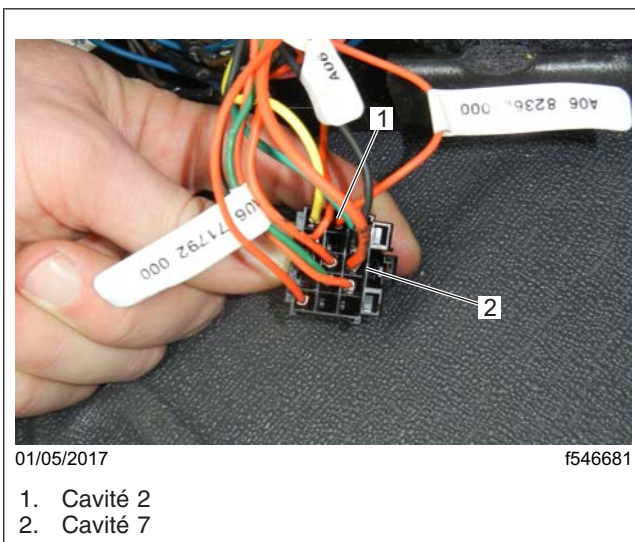
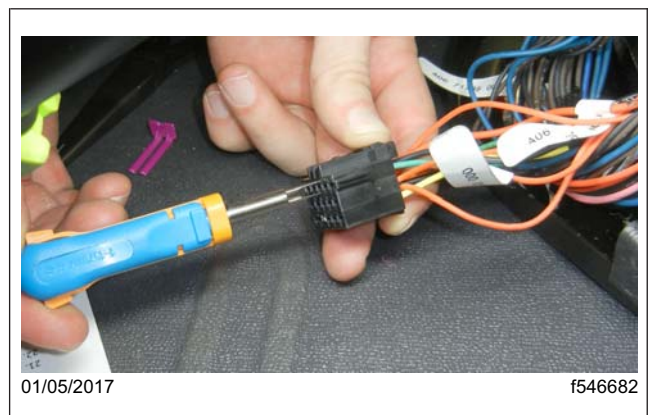

Fig. 21, Bornes du connecteur X1A
Fig. 22, Retrait de la borne X1A
28. Retirez les fils existants des cavités 2 et 7 du connecteur X1A du module ABS. Reportez-vous à la figure 21 et la figure 22.